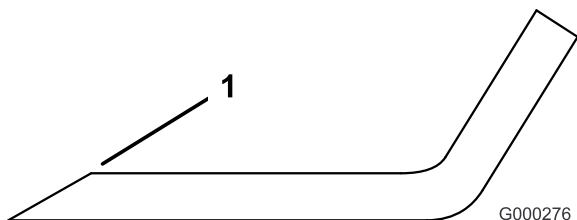

Figura 74
- Utilice una lima para afilar el filo de corte en ambos extremos de la cuchilla (Figura 74). Mantenga el ángulo original. La cuchilla permanece equilibrada si se retira la misma cantidad de material de ambos bordes de corte.